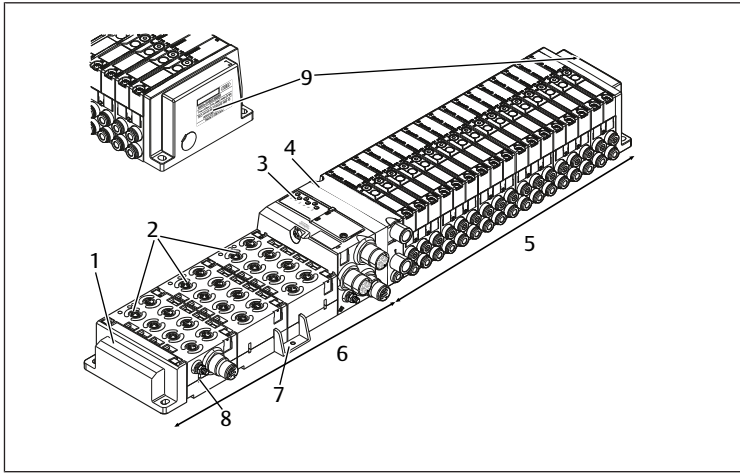
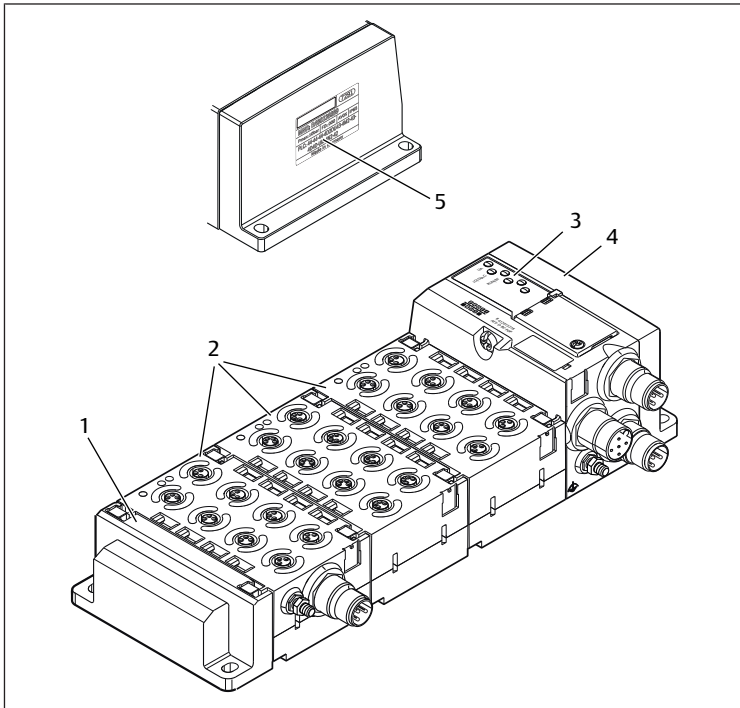

Bild 1: Enhet med ventiler i serien AV och AES-elkomponenter
Bild 2: AES-enhet som stand-alone-variant
- till höger med tre skruvar på adapterplattan (se Bild 1: Enhet med ventiler i serien AV och AES-elkomponenter (4) och Bild 12: Fäst fältbussnoden till höger) eller på höger ändplatta för stand-alone-varianten (se Bild 2: AES-enhet som stand-alone-variant (4) och Bild 2: AES-enhet som stand-alone-variant),
- på vänster sida ihop med I/O-modul (se Bild 1: Enhet med ventiler i serien AV och AES-elkomponenter (2)) eller vänster ändplatta (se Bild 1: Enhet med ventiler i serien AV och AES-elkomponenter (1)) används två fjäderklämmor.
- på höger sida ihop med fältbussnod (se Bild 1: Enhet med ventiler i serien AV och AES-elkomponenter (3)) eller I/O-modul används de båda medföljande fjäderklämmorna,
3. Ta eventuellt bort fästvinklarna (se Bild 1: Enhet med ventiler i serien AV och AES-elkomponenter (7)) på I/O-modulerna.